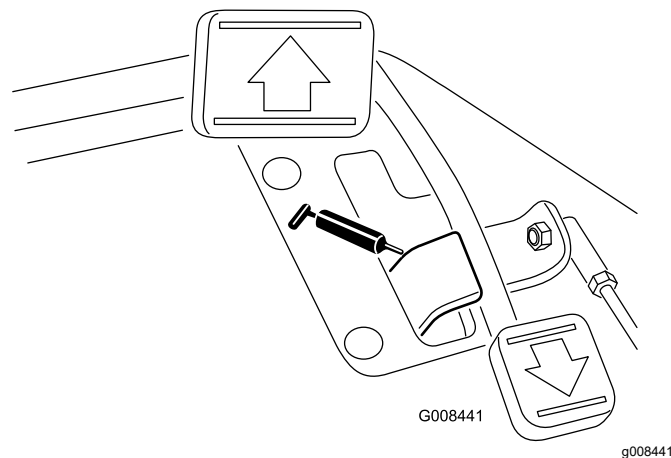

Figura 28
- Articulação do pedal de tração (1) (Figura 28)